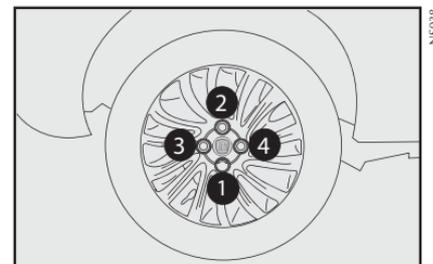

fig. 11
12) Apriete a fondo los tornillos, pasando de un tornillo al otro diametralmente opuesto siguiendo el orden ilustrado en la **fig. 11**.